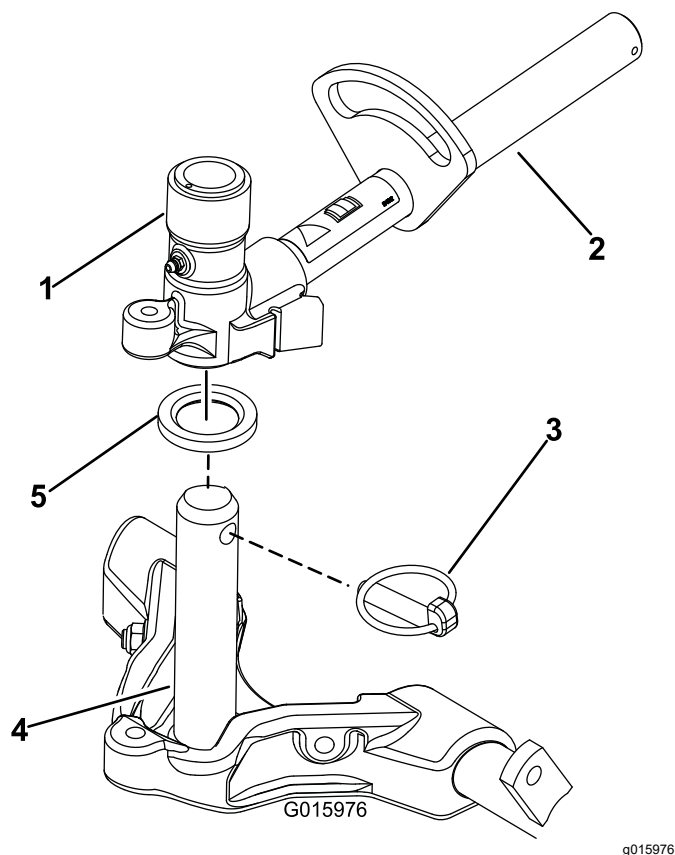

Figura 16
9. Unte el eje del bastidor de tiro con grasa limpia (Figura 16)
10. En el caso de las unidades de corte delanteras, deslice una unidad de corte debajo del brazo de elevación mientras coloca el eje del bastidor de tiro en la horquilla de pivote del brazo de elevación (Figura 16). Asegúrese de que la arandela de empuje está correctamente posicionada en el eje del bastidor de tiro.
11. Sujete el eje del bastidor de tiro a la horquilla del brazo de elevación con el pasador Klik (Figura 16).
- B. Introduzca la horquilla del brazo de elevación en el eje del bastidor de tiro (Figura 16).